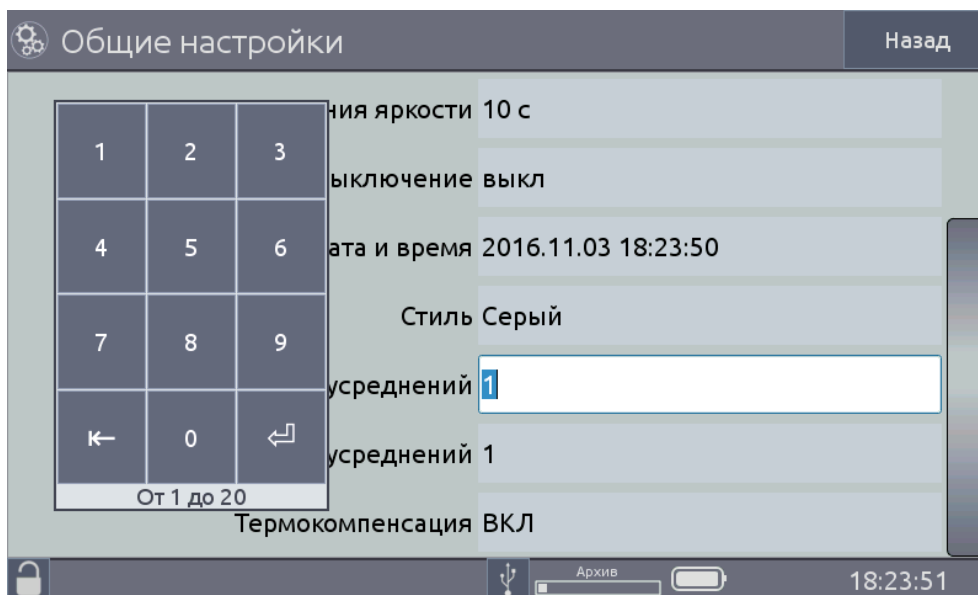

Рисунок 2.45
- в появившемся окне «Поиск HART устройств» (см. рисунок 2.45) выбрать нужный (процедура поиска подключенных приборов по HART-протоколу описана в п. 2.6.4.10).